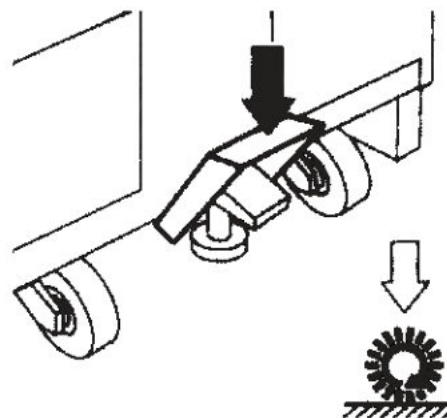
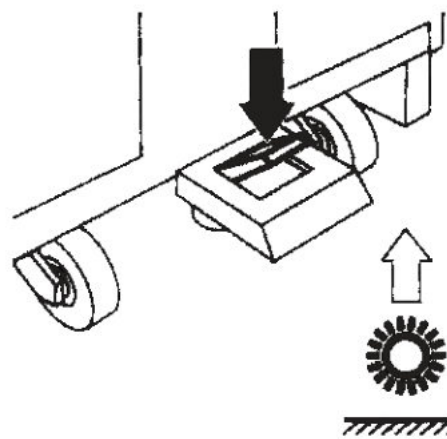

Figure 3
Figure 4
3. Brancher la fiche du câble d'alimentation (7) au réseau électrique
*Avant de brancher la fiche du câble d'alimentation au réseau électrique, s'assurer que la fréquence et la tension indiquées sur la plaque avec numéro de série (26) coïncident avec la tension du réseau.*
4. Pousser l'interrupteur général (2) en position « I » pour mettre le moteur de la brosse en marche.
5. Pousser l'interrupteur (3) en position « I » pour mettre le moteur d'aspiration en marche.
6. Pousser l'interrupteur de la pompe (4) en position « I » pour lancer le flux de solution vers la brosse.
7. Pousser la pédale (Fig. 3) pour abaisser la brosse et les embouchures sur le sol.
8. En gardant les mains sur le guidon, lancer la machine en poussant les boutons de rotation de la brosse (6) et entamer le travail de nettoyage/séchage.
9. Régler le flux de solution en fonction du type de nettoyage à effectuer avec l'interrupteur (5).
11. En cas de saleté particulièrement agressive, laver à fond le sol en poussant l'interrupteur du moteur d'aspiration (3) sur « 0 », puis relaver le sol et aspirer les liquides en poussant l'interrupteur du moteur d'aspiration (3) sur ON
12. En fin de travail, relâcher les boutons (6), pousser l'interrupteur principal (2) sur « 0 », puis soulever la brosse et les embouchures avec la pédale (Fig. 4).